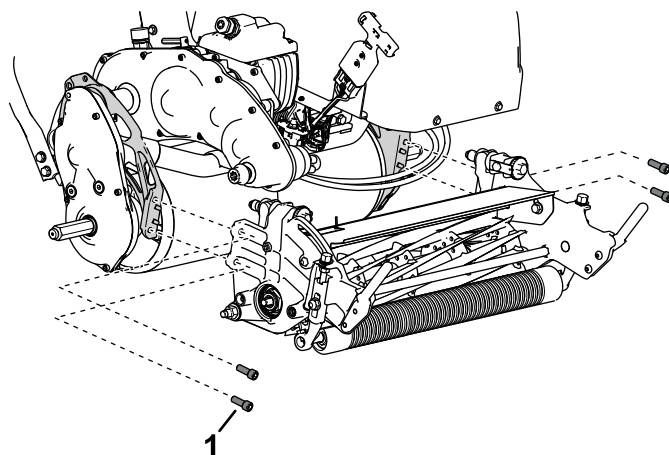

Figura 7
1. Utilice 4 tornillos allen para instalar la unidad de corte en la máquina (Figura 7).